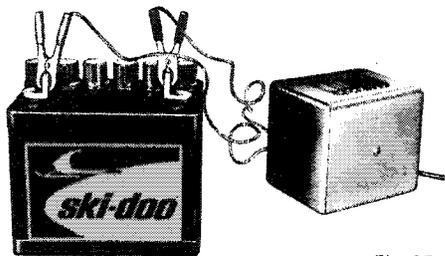

Fig. 25
4. Chargez la batterie (Voir Fig. 25).